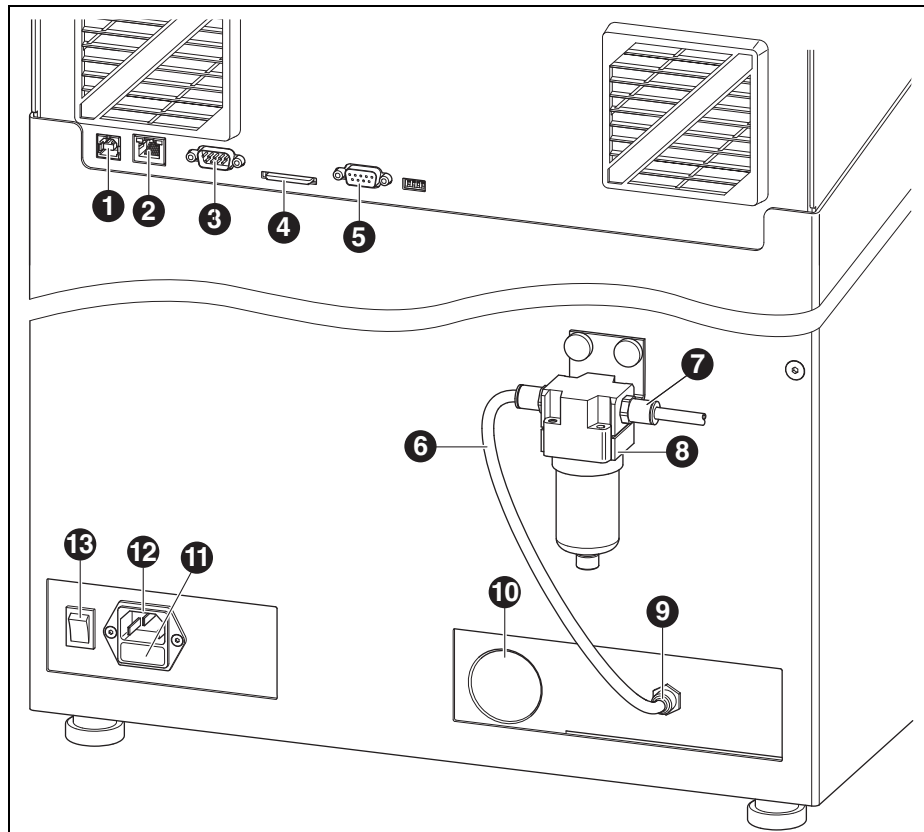

Fig. 2 Oversigt over maskinens bagside
- ▷ Træk skuffen ([11] i Fig. 2 på side 7) under netstikket ud.